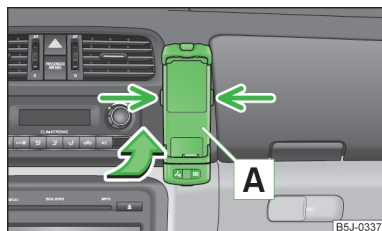

Fig. 99
- Introduzca primero el adaptador  en el sentido de la flecha » fig. 99 en el soporte hasta el tope. Presione ligeramente el adaptador hacia abajo hasta que se enclave de modo seguro.
- Presione los enclavamientos laterales del soporte simultáneamente » fig. 99 y extraiga el adaptador con el teléfono.